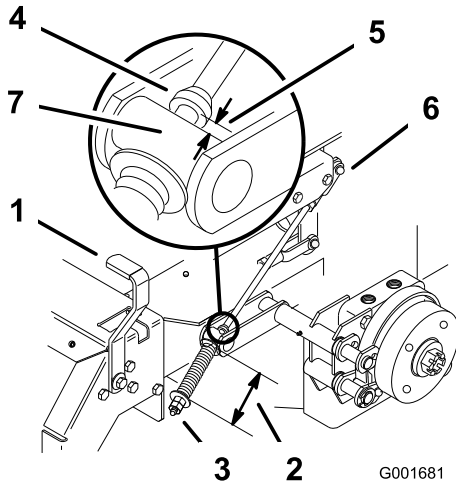

Figura 50
2. Mida la longitud del muelle; debe ser de 74 mm (2-3/4 pulg.) entre las arandelas (Figura 50).
- A. Afloje la contratuerca que está debajo del muelle y apriete la tuerca que está directamente debajo de la horquilla (Figura 50).
6. Mida la distancia entre el muñón y el collar de la varilla de freno. La medida debe ser de 5 a 7 mm (3/16 a 1/4 pulgadas) (Figura 50).
- B. Gire las tuercas de ajuste inferiores hasta obtener la medida correcta (Figura 50).